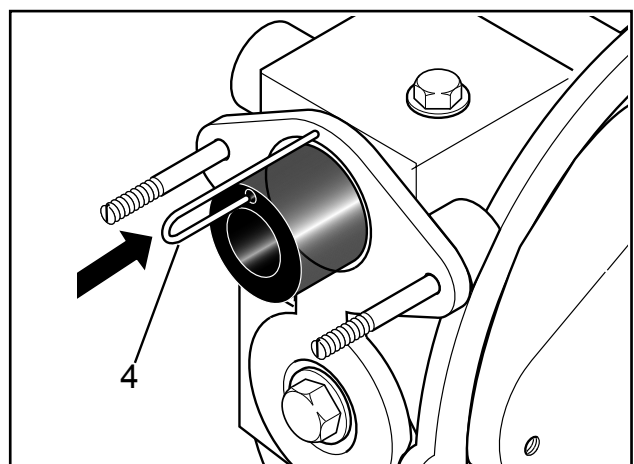
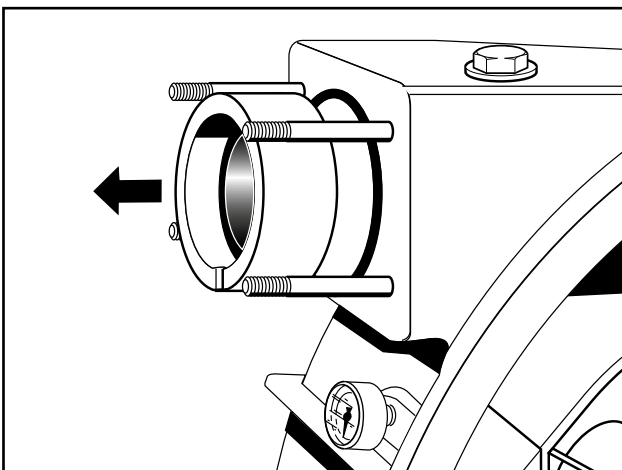

Abb. 15 4 Entlüftungsröhrchen IP100/200
Abb. 17 Demontage Klemmringpaket
6. Danach die Entlüftungsröhrchen saug- und druckseitig demontieren (Abb. 15 bzw. 16). Haltering, Klemmring, Stufenring und O-Ring vom Förderschlauch abnehmen (Abb. 17).
stecken und in die Nut des Halterings (schmal) einlegen (Abb. 17). Das andere Ende in die Winkelverschraubung einstecken und mittels Überwurfmutter anschrauben.